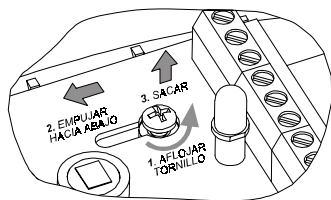

Figura 4. Extracción de la placa
- B. Afloje el tornillo de ajuste vertical, deslice el circuito impreso hacia abajo y quítelo a través del agujero en forma de cerradura (vea Figura 4).
- B. Quite el circuito impreso (vea figura 4) y póngalo temporalmente aparte.